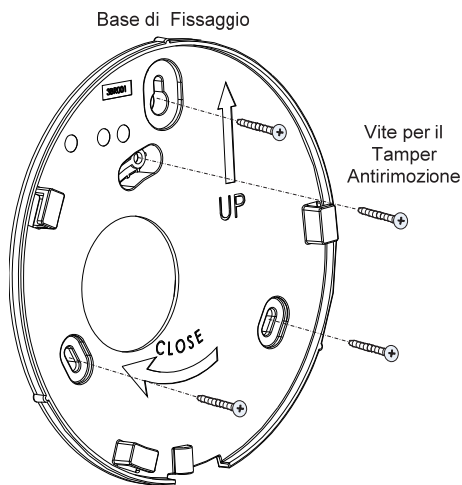

Fig. 2
3. Appoggiare la base di fissaggio al muro (tenere la frccia marcata da UP verso l'alto) e segnare la posizione dei fori di fissaggio a muro (Fig. 2). Forare i buchi desiderati per le viti di fissaggio (se necessario).